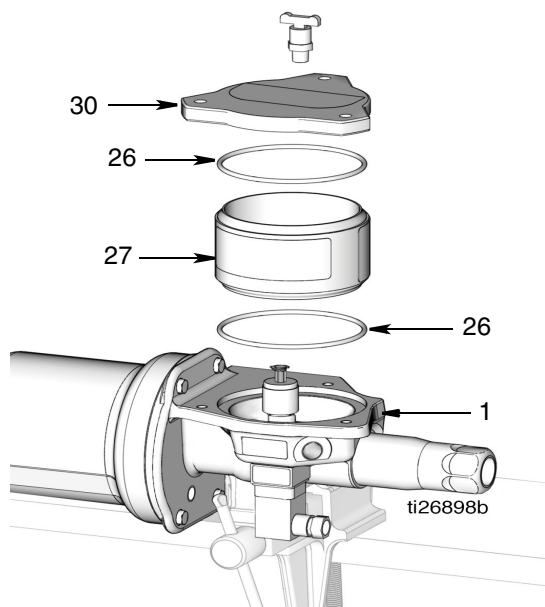

FIG. 17
12. Déposer le réservoir (27) de la base de la pompe (1) (FIG. 17). En cas de remplacement des joints toriques (26) du réservoir, déposer les joints toriques du réservoir et du couvercle. Mettre les joints toriques au rebut en respectant toutes les réglementations concernées.